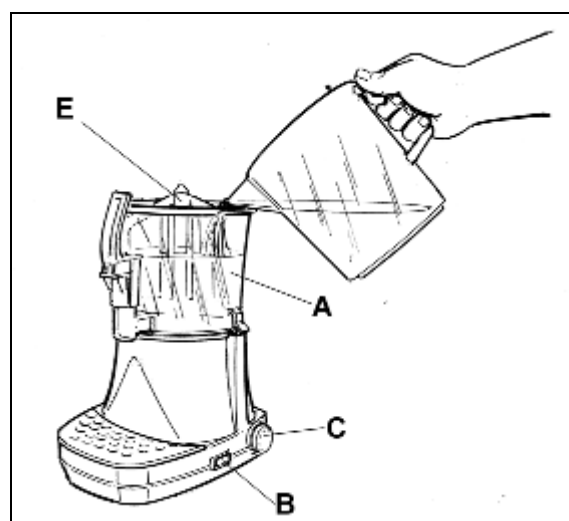

Fig. 11
- Sollevare il coperchio e versare il prodotto all'interno del contenitore (A). Accendere la macchina tramite l'interruttore (B), regolare il termostato (C) alla temperatura massima (fig.11). Attendere che il prodotto sia a temperatura per essere erogato.